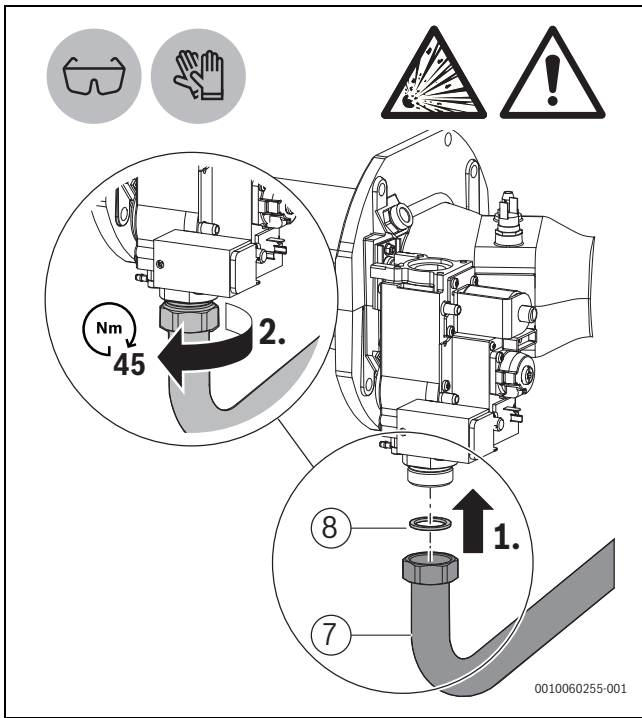

Bild 8 DN16 Gasrohr an der Gasarmatur installieren
- ▶ Eine Dichtung an der Gasarmatur befestigen (→Bild 8, [1]).
- ▶ Das gebogene Ende des DN16 Gasrohrs mit der Gasarmatur verbinden und befestigen. Hierzu die Überwurfmutter mit 45 Nm festziehen (→Bild 8, [2]).